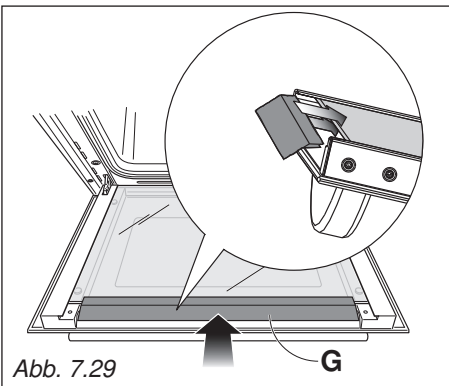

Abb. 7.29
- Schieben Sie die Luftleitblech "G" wieder an ihren Platz (Abb. 7.29).